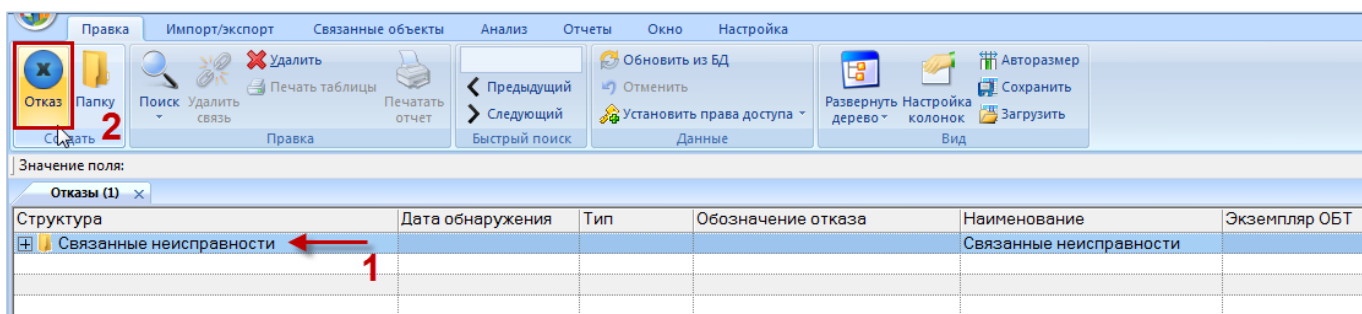

Рис. 26-1 – Рабочее окно «Неисправности»
- 2) После этого откроется рабочее окно «Неисправности», в котором выводится перечень всех неисправностей, которые имеются в базе данных (рис. 26-1).
- 3) Выбрать папку или любую из размещенных в ней неисправностей (1 на рис. 26-1).
- 5) Нажать кнопку «Неисправность» панели «Создать» (2 на рис. 26-1).